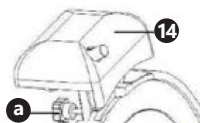

Imagen 3
- Afloje tornillo de sujeción (a) del afilador (14) en la parte trasera de la máquina (imagen 3).
- Retire el afilador del aparato (imagen 3).